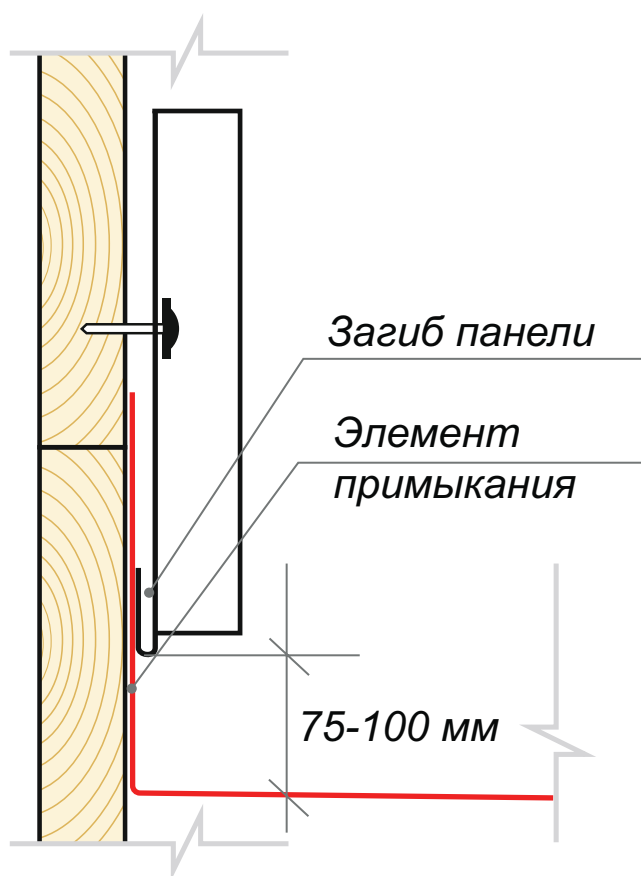

Рисунок 18
20. В зависимости от типа отделки стен и места установки окна выберите вариант крепления элемента примыкания (планки или панели) к стене. Удалите временный крепеж. При отделке стен дормера панелями Кликфальц используйте схему на рис. 18.